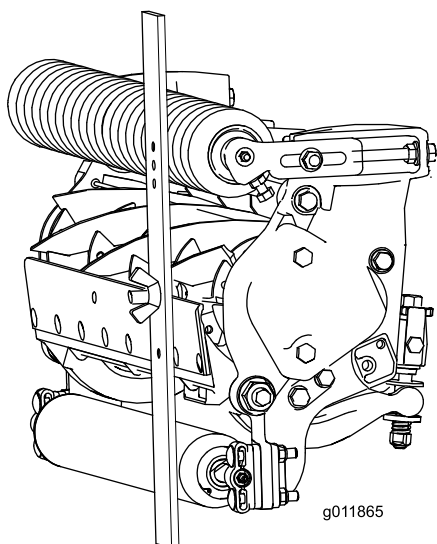

Bild 19
3. Haken Sie den Schraubenkopf an die Schnittkante des Untermessers ein, und stützen Sie das hintere Ende der Leiste auf der Heckrolle ab (Bild 19).
4. Drehen Sie die Einstellschraube, bis die Frontrolle die Messlehre berührt (Bild 19). Stellen Sie beide Enden der Rolle ein, bis die ganze Rolle parallel zum Untermesser ist.